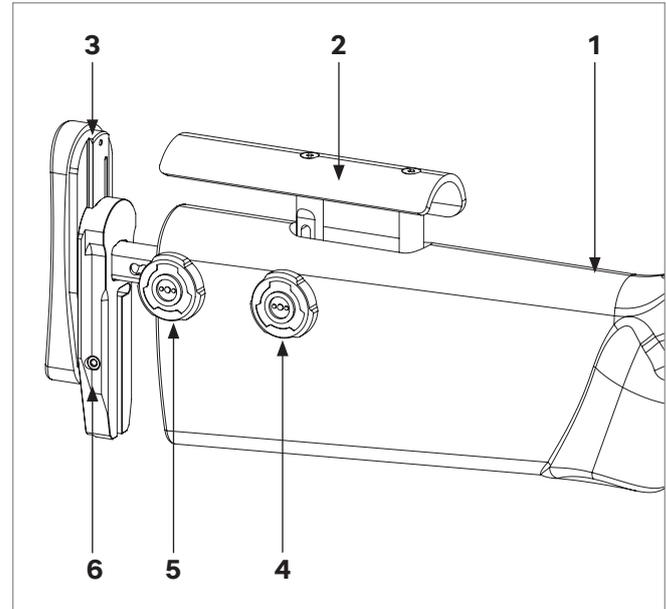

РИС. 54
- ⓘ Регулировки приклада на модели СВЛК-14 (РИС. 54) идентичны описанным выше.